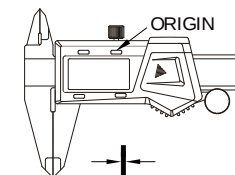

Fig.3
- Fechar os mordentes, premir longamente "ORIGIN" para colocar o zero (Fig.3).